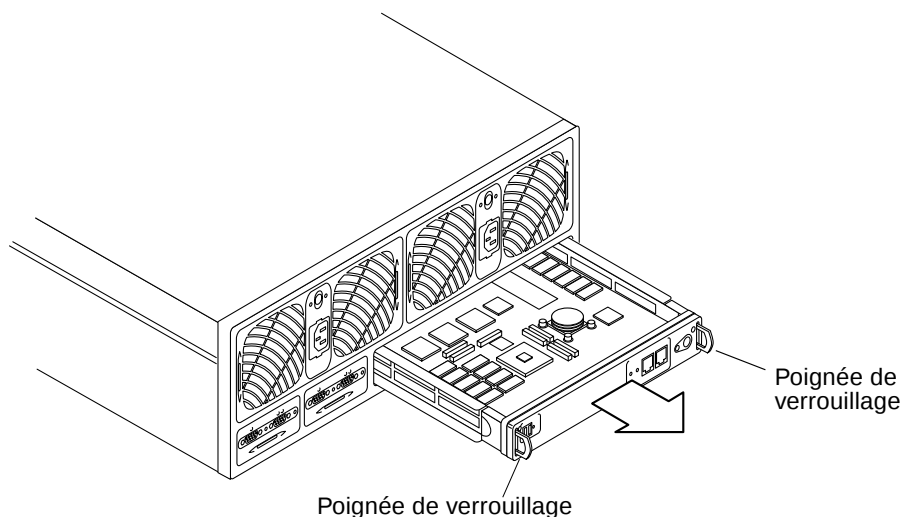

FIGURE 14-8 Retrait de la carte contrôleur
5. **Déverrouillez la carte contrôleur en appuyant sur ses poignées de verrouillage (FIGURE 14-8).**